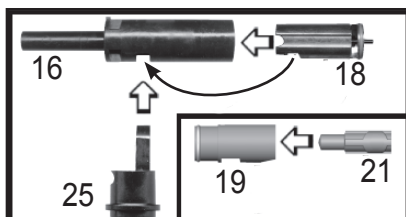

Figura 14: Tubo de Potencia y Tornillo Posterior
3. Antes de instalarlos, lubrique todos los empaques de las válvulas, especialmente el Empaque del Tornillo Posterior (20), el Brazo Conector (15), y el Resorte de la Guía (23)/ pasador Guía (22) con algunas gotas de aceite para marcadores Tippmann.
4. Inserte la Valvula en el Tubo de Potencia alineada con la valvula Tombstone (fleche negra. Figura 14) hacia abajo para que encaje con la ranura Tombstone del Tubo de Potencia.
5. Inserte el Tapon del Tornillo Posterior (21) dentro del Tornillo Posterior (19).
6. Inserte las partes reensambladas (Tornillo Frontal, Tubo de Potencia/Válvula, y Tornillo Posterior/y Tapón) con el brazo de Conector encima. Inserte todo completamente hasta que el Tombstone (25) puede ser insertados, el Pasador del Recibidor reinstalado, y tener acceso al tornillo de Velocidad. De pronto tendrá que sacudir el marcador mientras que insertan las partes.
- b. Remueva el tornillo (#47 en la Figura 14) usando la llave Allen de 3/16".